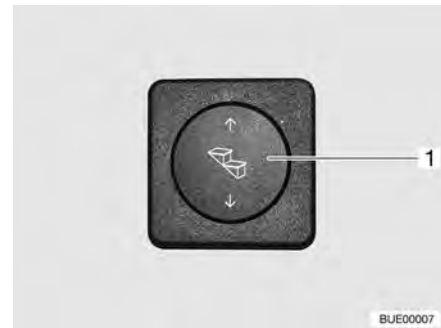

Bild 10 Brytare fotsteg
- Tryck nedtill på vippkontakten (Bild 10,1) och håll den intryckt (minst 3 sekunder) tills fotsteget har körts ut helt.
- Tryck upptill på vippkontakten (Bild 10,1) tills fotsteget har körts in helt.